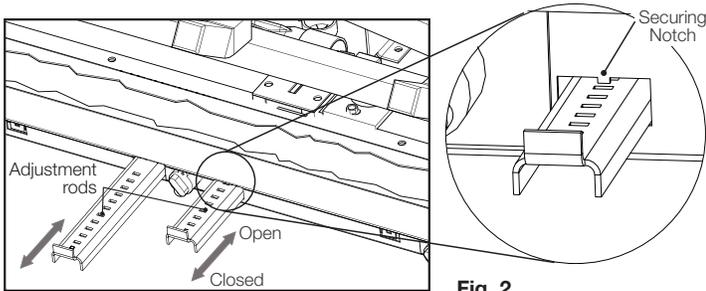

Fig. 2
- A. Position the adjustment rod into the middle of the opening to disengage it from the securing notches (**Fig. 2**).
- Placer la tige d'ajustement dans le centre de l'ouverture afin de la dégager des encoches de sécurisation (Fig. 2).